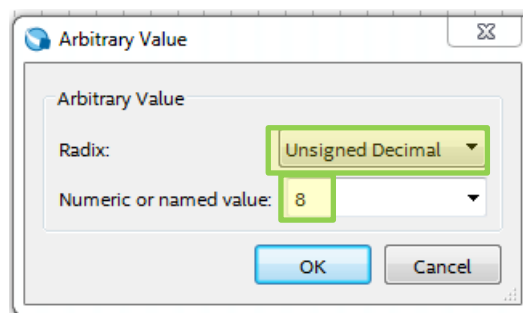

Рис.36 Настройка сигналов группы SW\_B
8.9. Задайте значения сигналов группы **SW\_B** как константу с значением **8**. Для этого выделите поле сигнала группы двойным кликом **ЛКМ**, затем **ПКМ**=> **Value** => **Count Arbitrary** или выберите  из панели инструментов сигналов. В открывшемся окне задайте параметры (рис. 36)